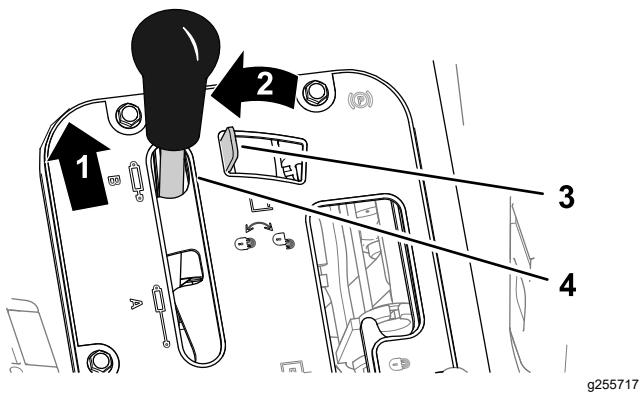
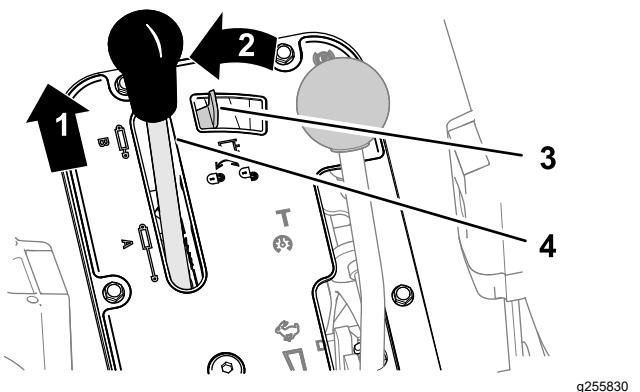

Figura 89
Figura 90
1. Empurre a alavanca de elevação hidráulica para a frente (Figura 89 ou Figura 90).
2. Mova o bloco de elevação hidráulico para a esquerda para engatar o bloco de elevação hidráulico (Figura 89 ou Figura 90).